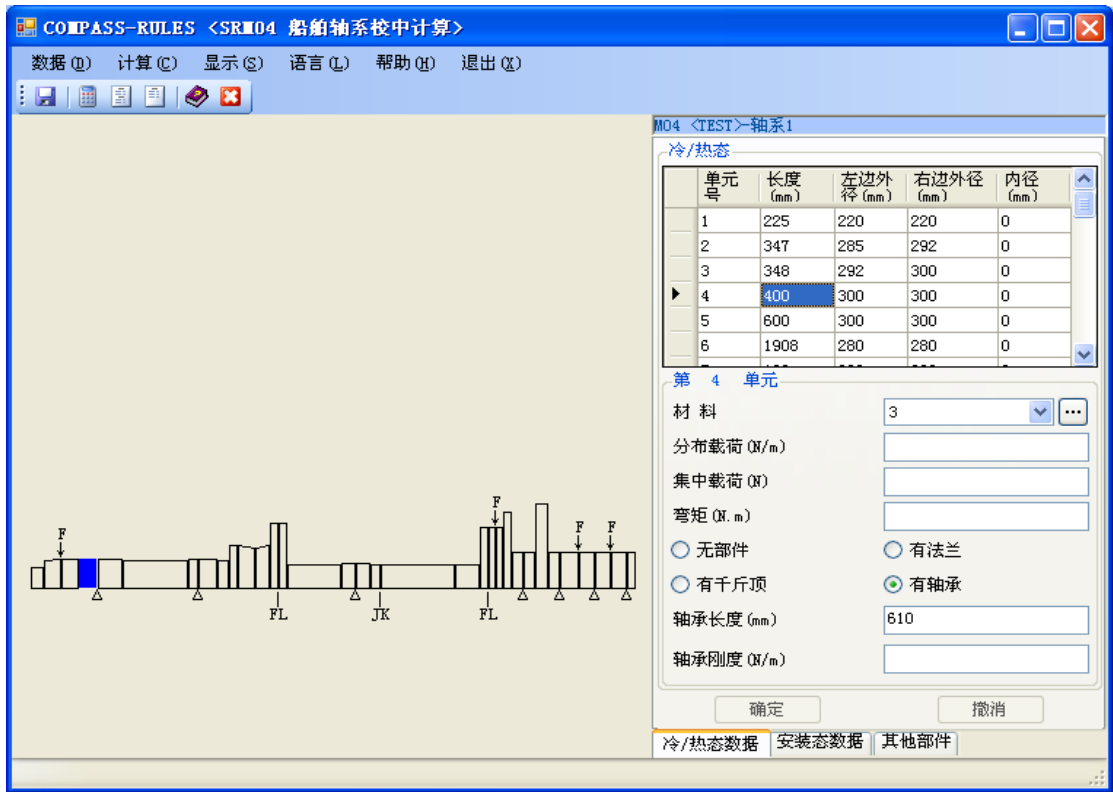

图 4.3 轴系单元数据与轴系布置图的交互操作
- (4) 当用户单击轴系布置图第 i 单元号时,表格编辑栏中的第 i 行中的长度值单元格变蓝。相应的,右下部分就显示第 i 号单元的“分布载荷”、“集中载荷”、“弯矩”、部件情况。如图 4.3 所示。
- (5) 当用户单击编辑栏中的第 i 行时,右下部分就显示第 i 号单元的“分布载荷”、“集中载荷”、“弯矩”部件情况。左边布置图的第 i 号单元变蓝。如图 4.3 所示。